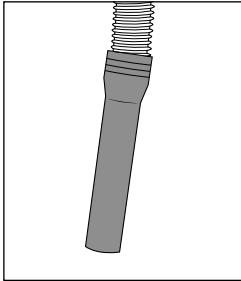

Fig. 9
- ◆ Utilisez le flexible d'aspiration 23, pour aspirer les particules de saleté grossières (voir fig. 9).